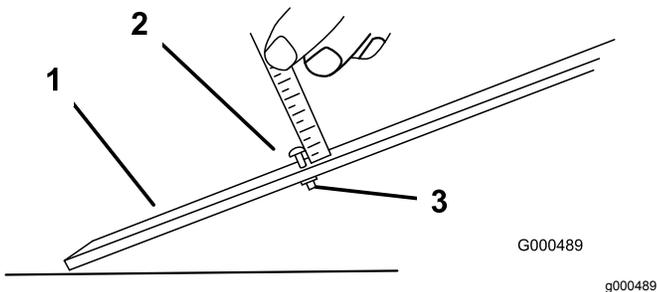

图13
1. 松开调刀尺上的螺母并将调节螺丝设定为所需的剪草高度 **图13**。